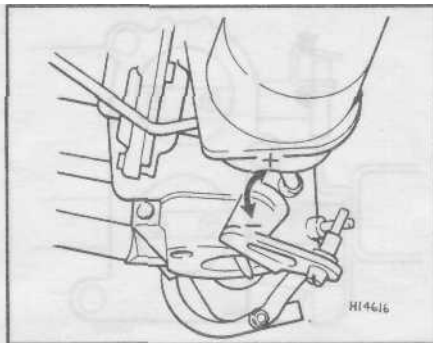

Рис. 15.54. Регулировка зазора воздушной заслонки [при полном открытии дроссельной заслонки]. Подогните рычаг насколько требуется
- 54 При помощи сверла проверьте зазор, который должен соответствовать Техническим данным. При необходимости отрегулируйте подгибанием рычага [см. рис. 15.54].